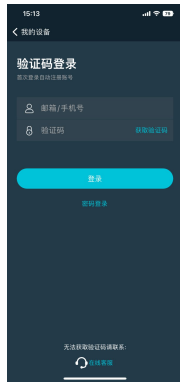

图 5
- ◆ 使用手机号或电子邮箱获取验证码登录(首次登录自动注册账号)。(图5)